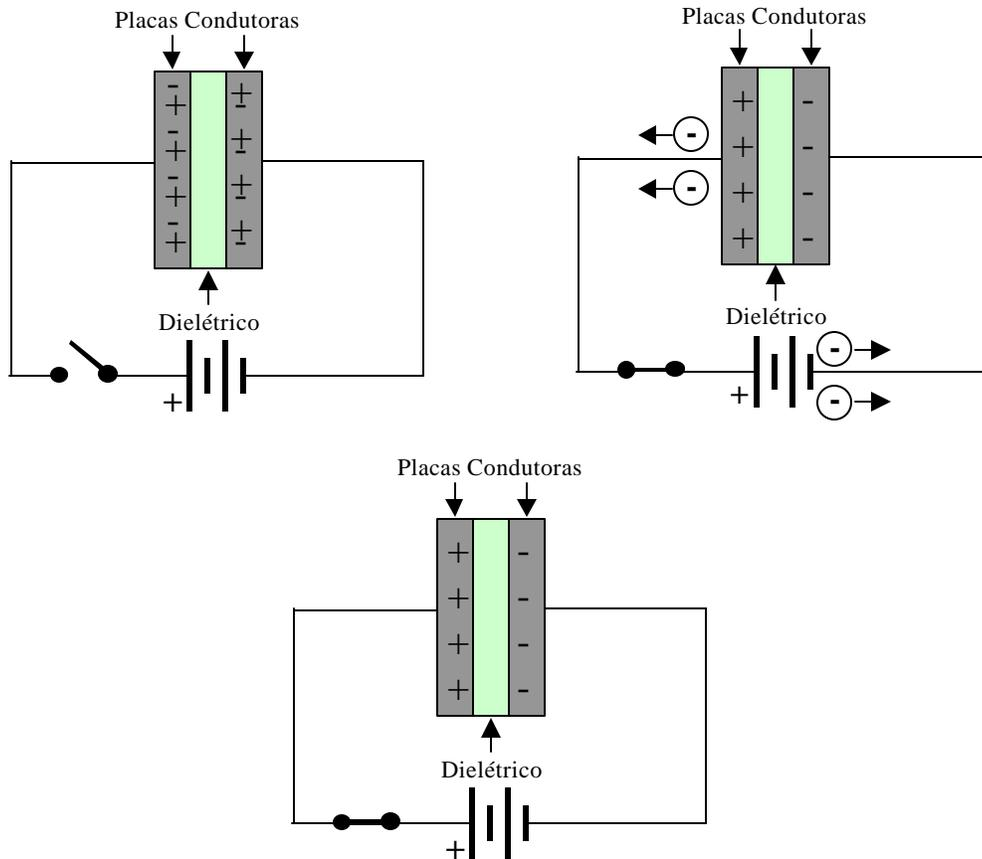

Figura 3 - Um capacitor sendo carregado
Consideremos a figura 3, onde um capacitor está conectado a uma fonte de corrente contínua. De acordo com a Teoria Atômica já estudada, sabemos que os materiais são compostos de átomos cuja estrutura é semelhante ao Sistema Solar (núcleo e órbitas).
- Quanto maior a **área das placas** do capacitor, maior quantidade de elétrons-livres podemos obter para serem deslocados para o positivo da bateria, como vimos na figura 3. Portanto, mais carga será armazenada e será a capacitância.